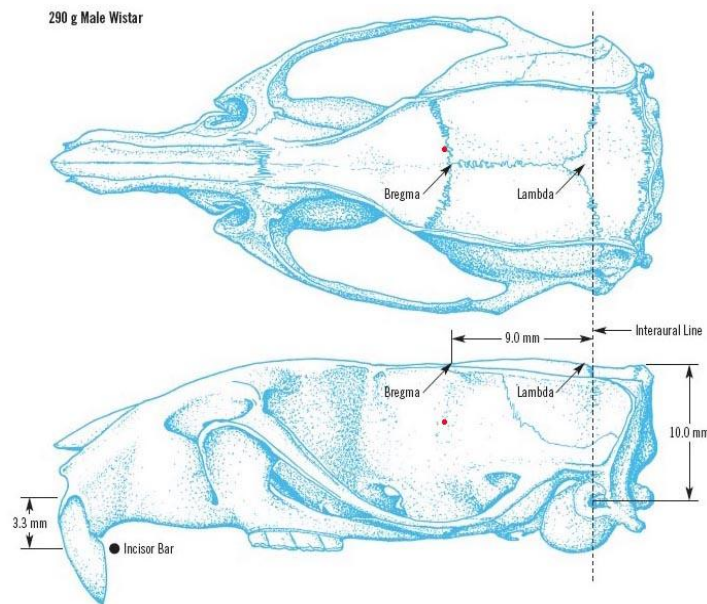

图 4 大鼠颅骨 Bregma 点（参考 Watson & Paxinos 编纂的脑图谱第 5 版）
(4) 用剃须刀或手术弯剪剔除动物头部颅面毛发，用碘伏和酒精棉球消毒皮肤，剪开头皮，去除骨膜；
(5) 根据动物颅骨骨缝，找到前凶点（Bregma），以该点作为三维坐标系的参考点（如图 4 所示）；